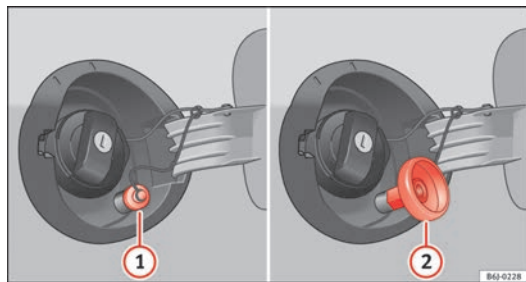

Fig. 127 Bouchon du réservoir ouvert avec goulot de remplissage de GPL et adaptateur.
- Dévissez le bouchon du goulot de remplissage de gaz ⇒ fig. 127 ①.
- Vissez l'adaptateur nécessaire ⇒ fig. 127 ② dans le goulot de remplissage de gaz ①.
- Dévissez l'adaptateur ⇒ fig. 127 ②.
- Vissez le bouchon du goulot de remplissage de gaz ⇒ fig. 127 ①.